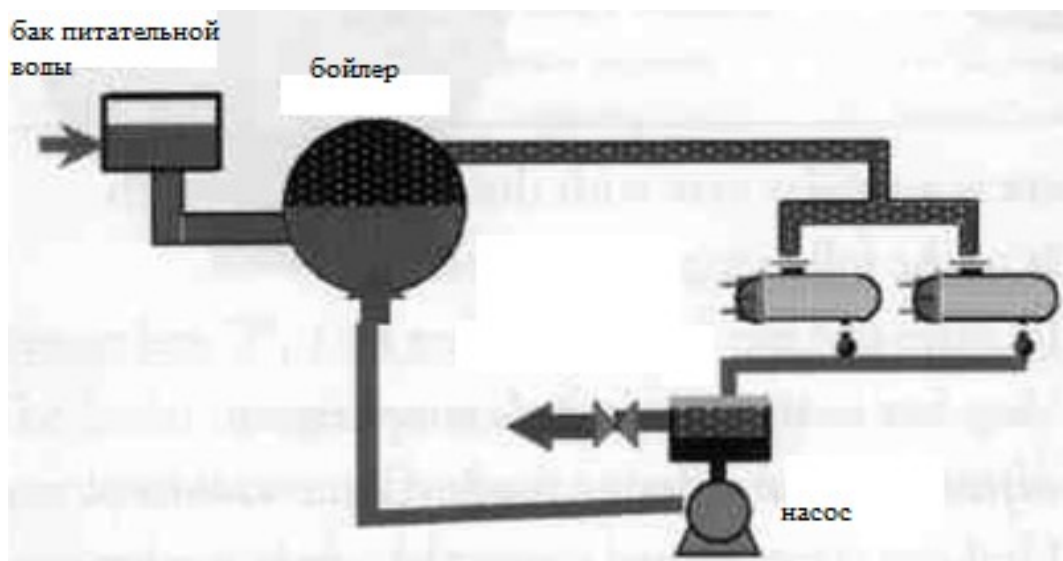

Рис.11.8. Закрытая система
2) закрытая система с высоким давлением (рис. 11.8).